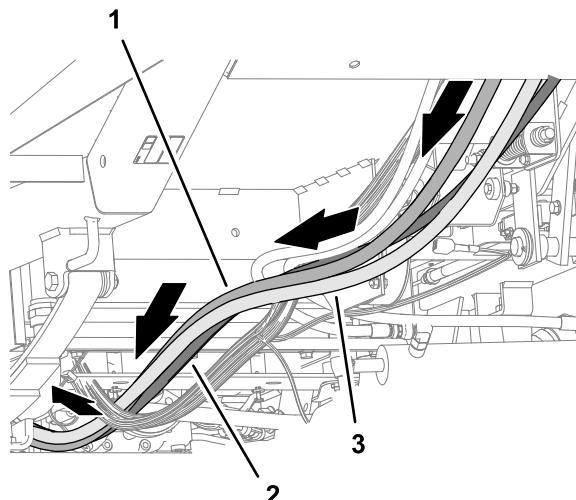

Figura 124
7. Enrute las 2 mangueras de la bomba hidráulica y la manguera de retorno del depósito hacia atrás, junto al tubo derecho del bastidor de la máquina (Figura 124).